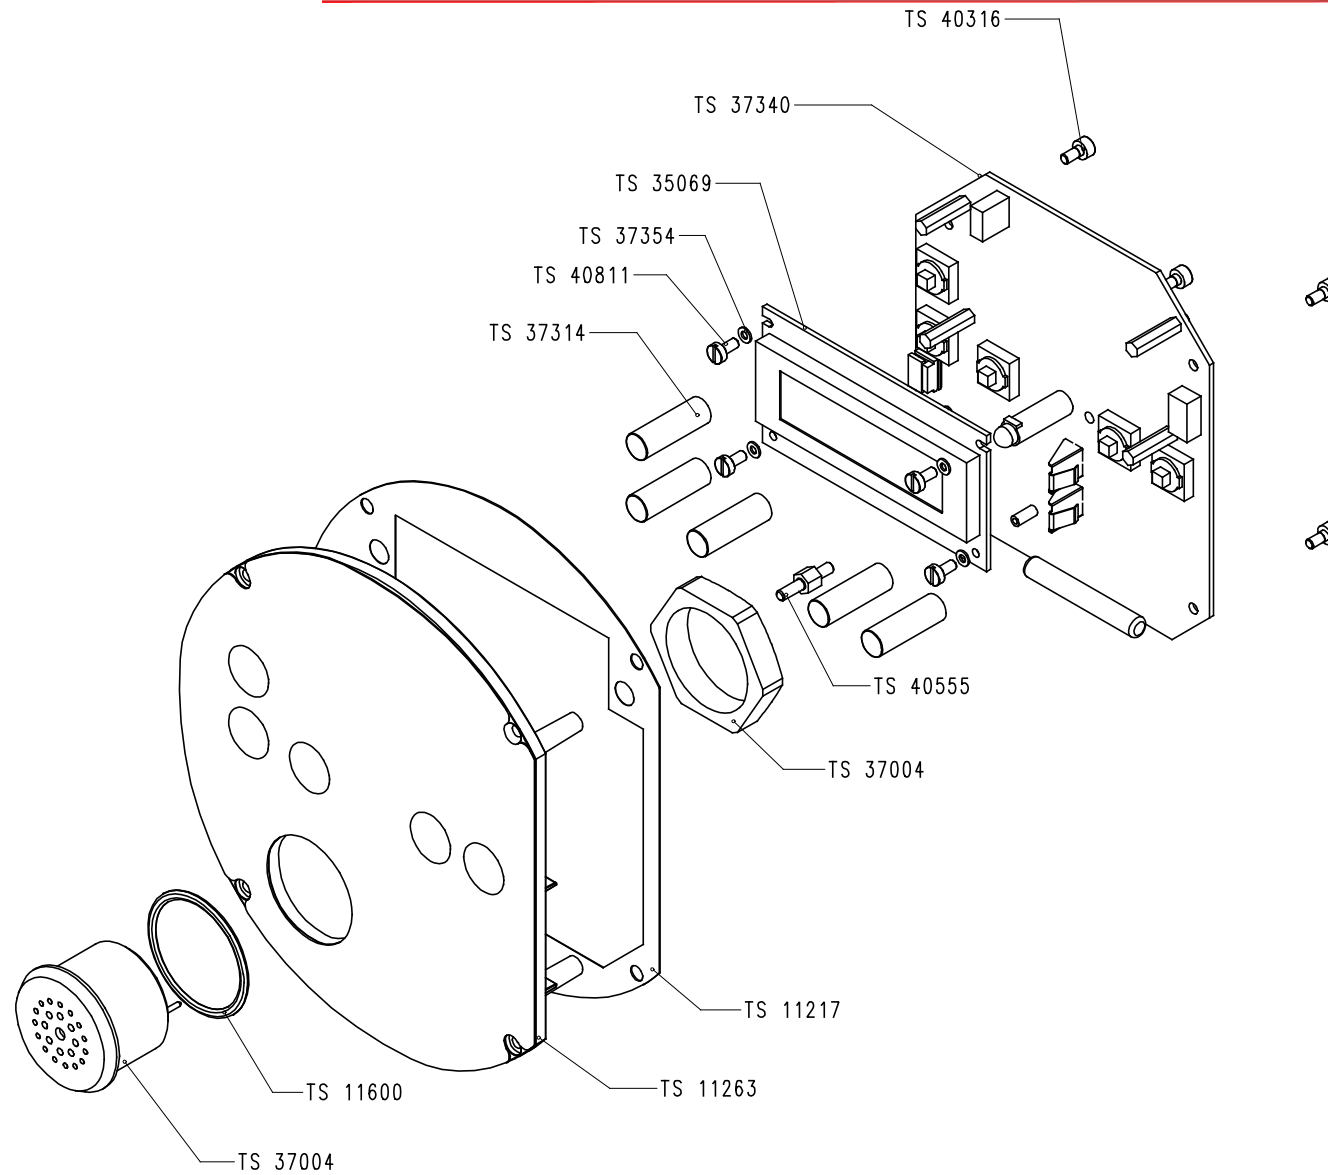

Figura 13-2: conjunto unidade de display TS 10210, detalhes
- Figura 13-2: conjunto unidade de display TS 10210, detalhes